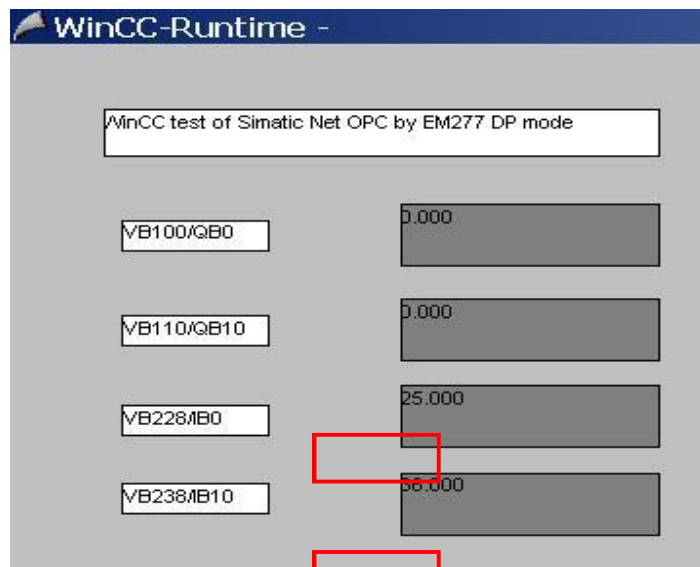

图 50 监控 I 区数值
14. 运行 WinCC 项目，可以监控到 S7-200 内变量状态。如图 50 所示可以读到 CP5613 A2 对应 I 区内数值。